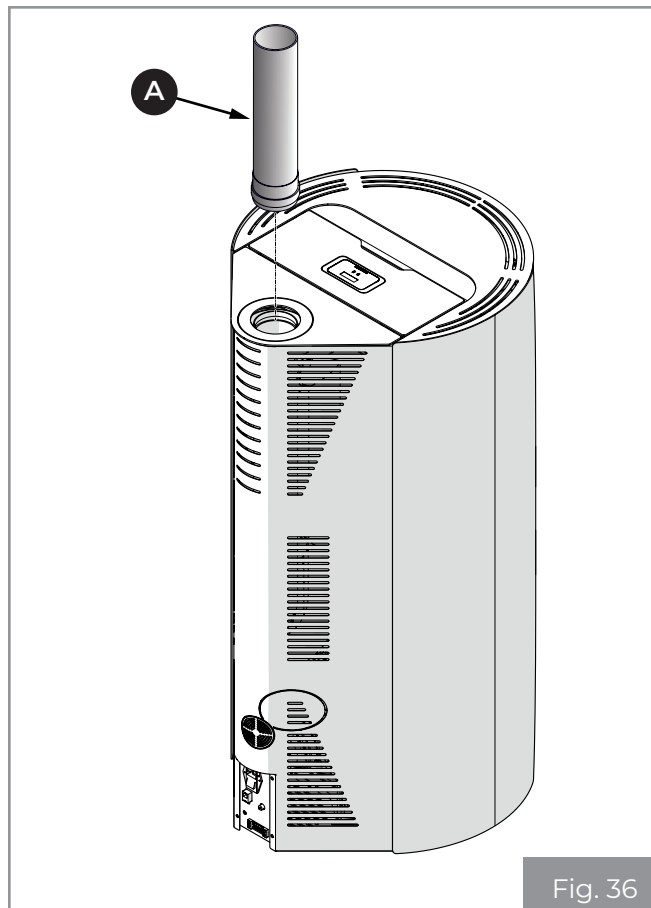

Fig. 36
- Collegare il tubo uscita fumi **(A)** (Fig. 36).